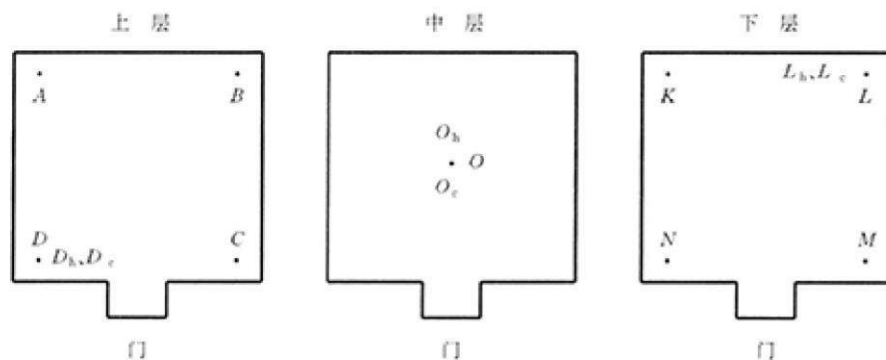

图 1
6.2 受检设备容积小于或等于 2 m^3 时,温度测量点为 9 个,相对湿度测量点和腐蚀气体浓度测量点各为 3 个,布放位置如图 1 所示。